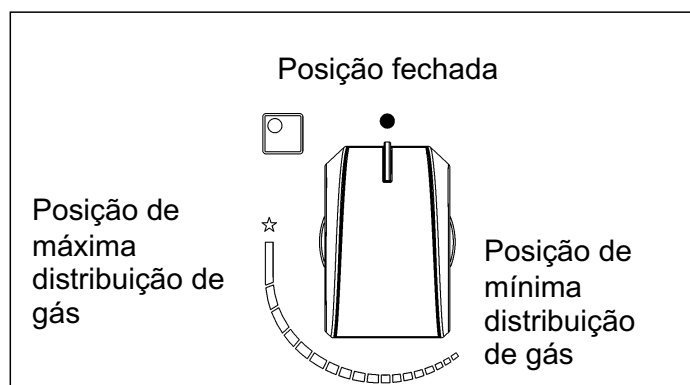

FIG. 1
Carregue no botão correspondente ao queimador que pretende utilizar e gire-o para a esquerda, colocando-o na posição de Máximo (lume forte fig. 1). Prima então o botão até ao fim.
Com os queimadores providos de termopar de segurança, é necessário girar para a esquerda o botão correspondente ao queimador que pretende utilizar, colocá-lo na posição de Máximo (lume forte fig. 1) até perceber uma pequena paragem e premir então o botão. Com o queimador aceso, mantenha o botão premido durante cerca de 10 segundos.
- Quando a água começar a ferver, coloque o botão na posição de Mínimo (lume brando fig. 1).
- **queimadores com dispositivo de falha de chama só pode ser inflamado quando o botão tem-se relacionado com o total de Setembro, sobre a posição de Máximo (fig. 1).**
- acenda o queimador e coloque o botão de comando na posição de "Mínimo" (lume brando fig. 1).